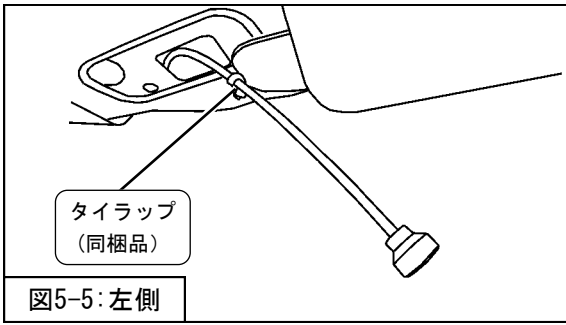
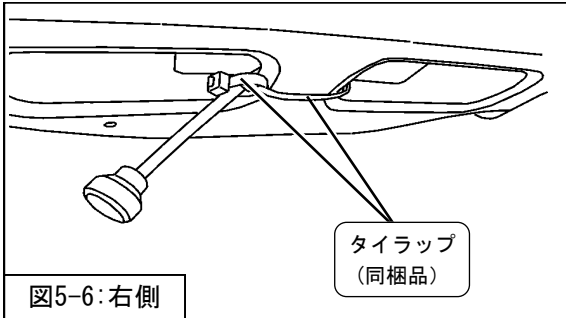

図5-5: 左側
図5-6: 右側
4. タイラップ (同梱品) を使用して、ケーブルを車両に固定してください。(図5-5・図5-6)